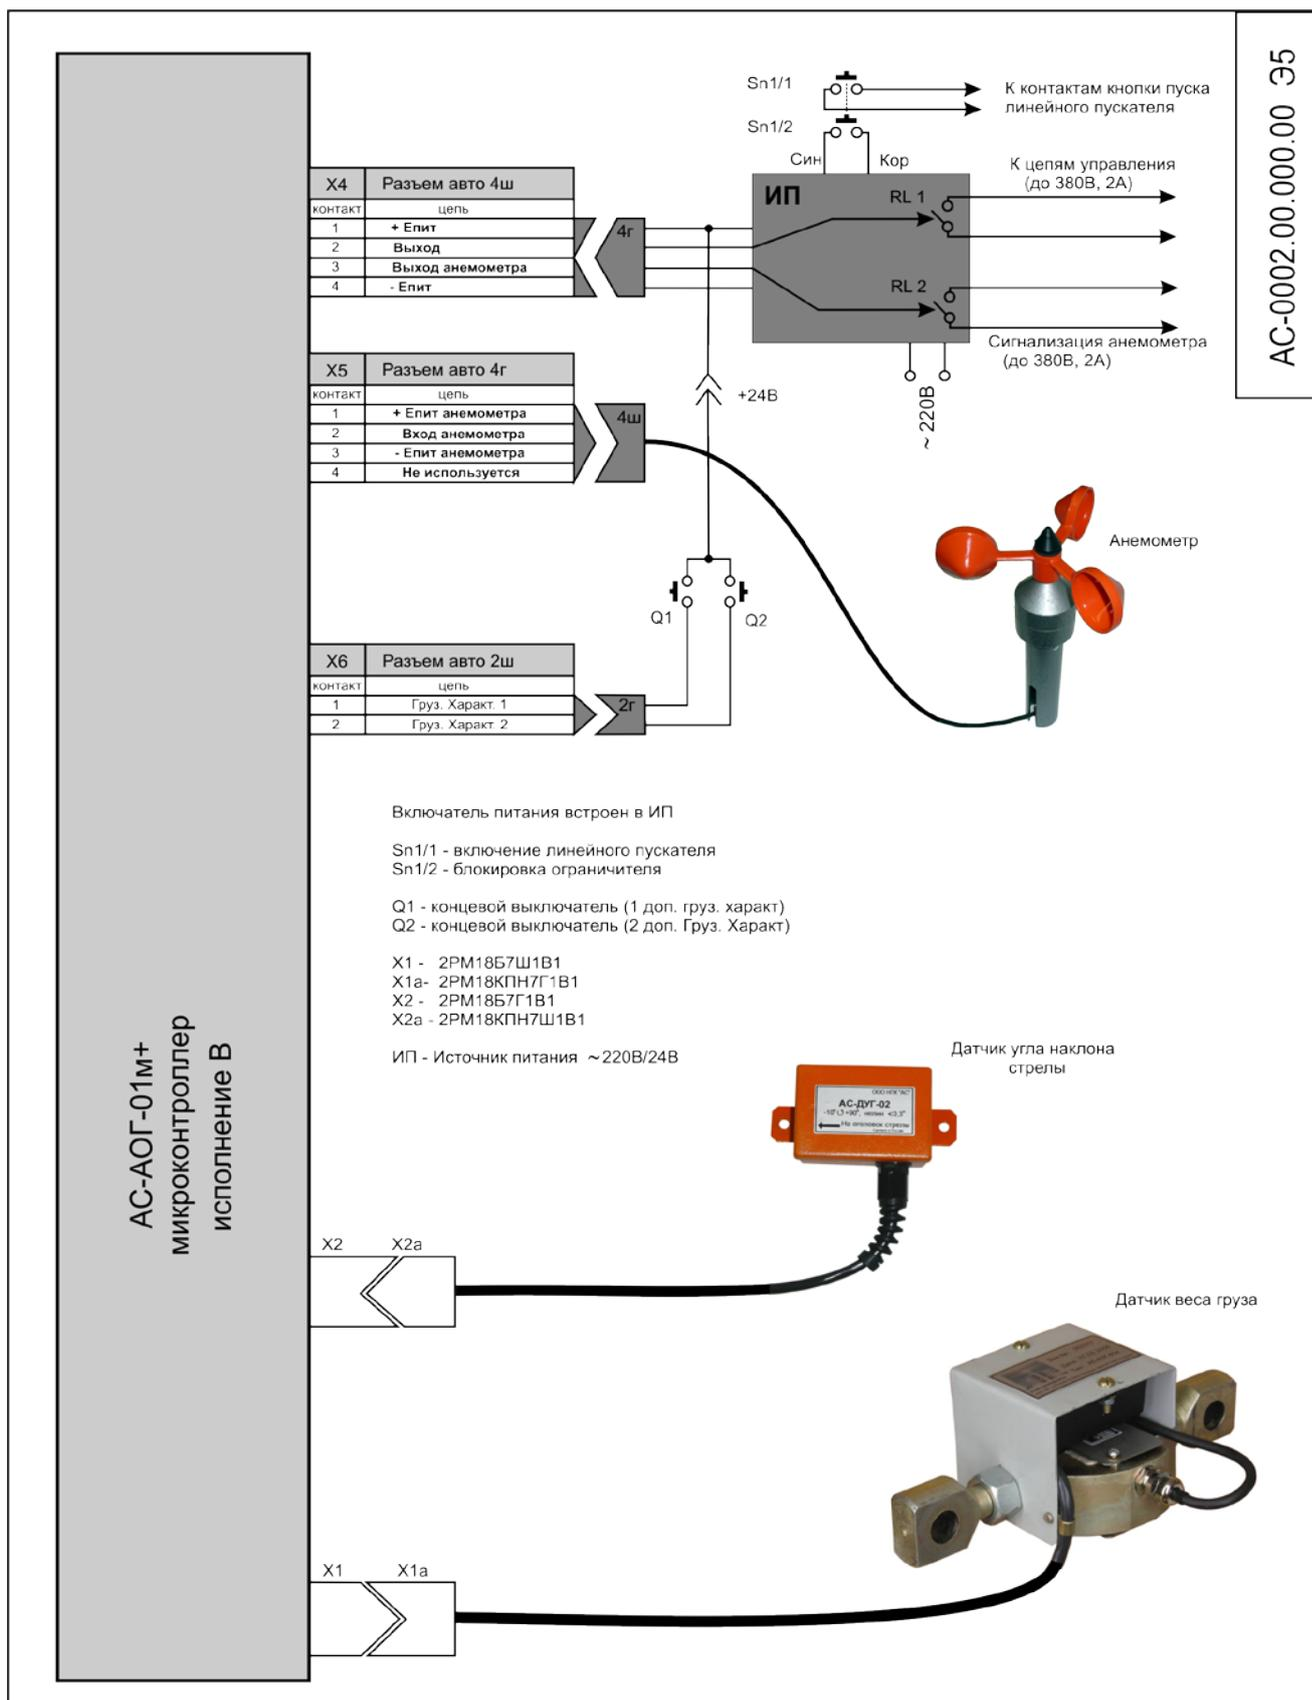

Рис.3
6.1. Описание работы проводится по схеме Рис.3.
Подсоединение АОГ к электрооборудованию крана должно быть произведено в соответствии со схемой подключения Рис.3, через контакты разъемов Х4, Х5 блока АОГ, Рис.2, расположенного на шлейфе, выходящем через гермовывод на задней стенке блока АОГ.